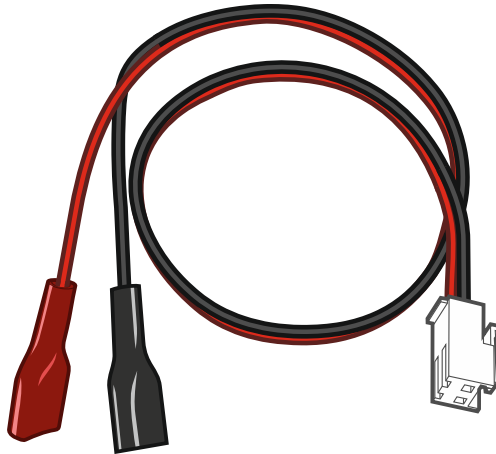

Abb. 3. Leiter zum Anschluss des Akkumulators (rot +, schwarz -).
- ② RESET-Pins zur Inbetriebnahme der Zentrale in Notfällen (siehe: „Notstart der Zentrale“ S. 20).
- ③ RS-232-Schnittstelle (TTL).
- ④ Schnittstelle zum Anschluss der Leitungen an den Akkumulator. Die Leitungen sind im Lieferumfang enthalten (Abb. 3).
- ⑤ LEDs: